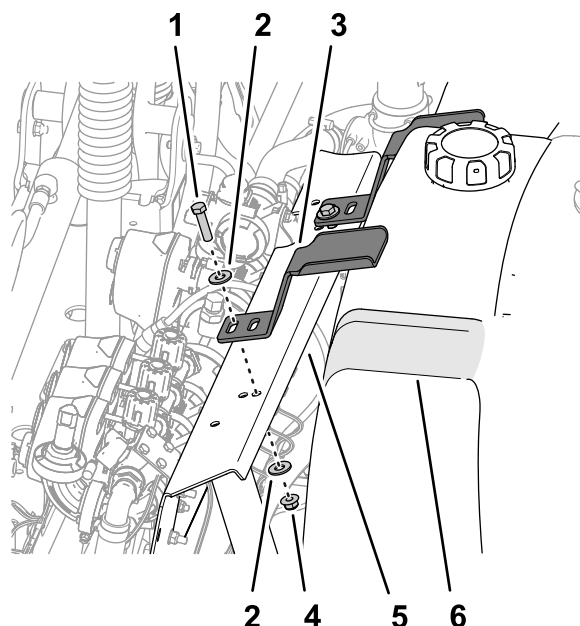

Figura 14
2. Allineate l'ancoraggio con l'incavo nella parte superiore del serbatoio di lavaggio (Figura 14)..
3. Allineate la scanalatura nell'ancoraggio con il foro nel supporto della valvola (Figura 14).
5. Ripetete i passaggi da 2 a 4 per l'altro ancoraggio nell'altro incavo del serbatoio di lavaggio (Figura 14).